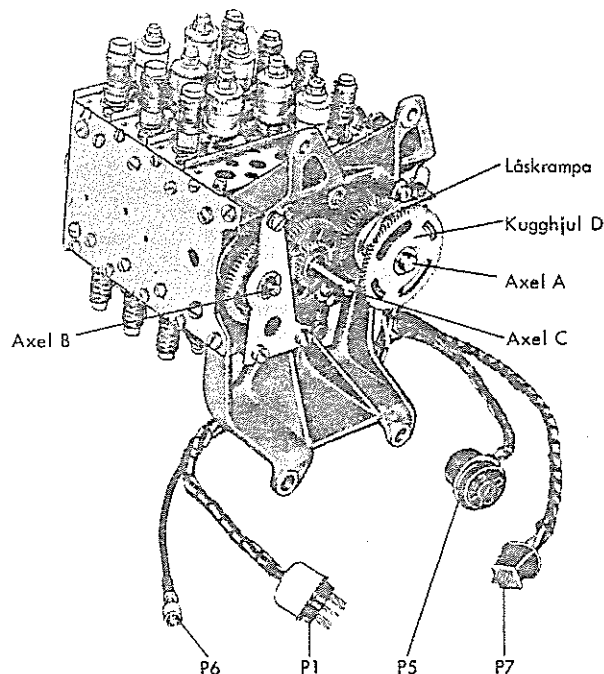

Bild 82. Mottagarens avstämningseenhet
2. Lossa den gula sju-poliga stiftproppen P1 (bild 82) och koaxialproppen P6 som ansluter avstämningseenheten till MF-LF-enheten.
12. Kontrollera att skivorna 3-4 förflyttas från mittläget till max-läget när axeln A med excenterskivorna 1-2 vrids från max-läget till min-läget. Lossa låskrampan på axeln A (bild 82) så att kugghjulet på axeln slirar. Axeln A kan då vridas utan att rörelsen överförs till axeln B. När skivorna intar rätt inbördes läge, fäster man åter låskrampan.